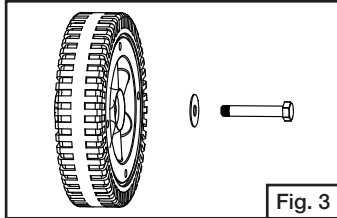
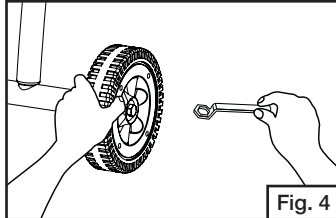

Fig. 3
Fig. 4
- Vea el cartón para saber que piezas están incluidas con su unidad. Ensamble las ruedas a la base de la parrilla. Instale cada rueda al eje usando un perno y dos arandelas. (Fig. 3 y Fig 4)